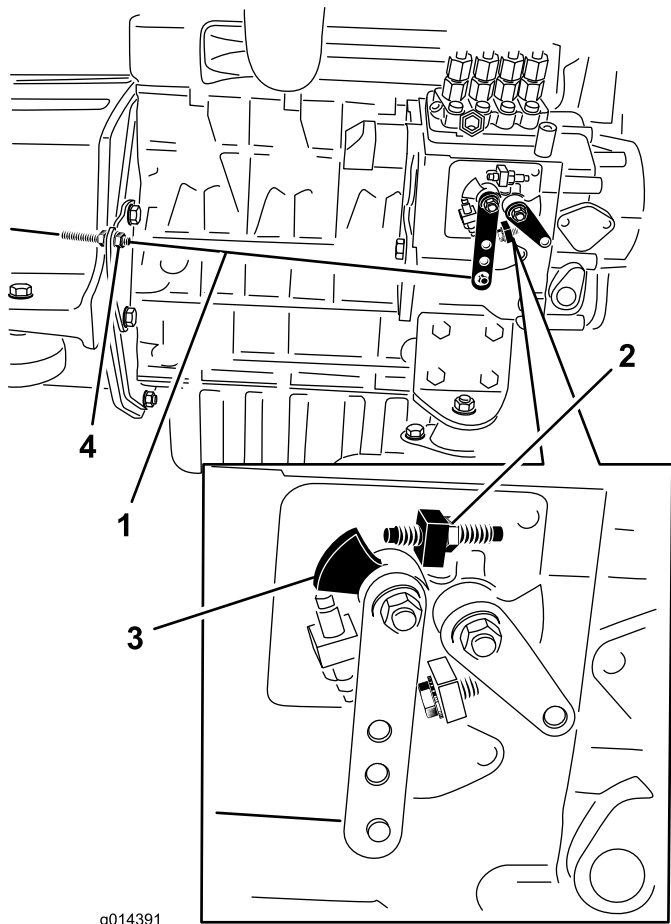

Figure 28
2. Vérifiez la position du levier de commande de régime sur la pompe d'injection du moteur. Le levier de commande de vitesse doit toucher la vis de haut régime lorsque la commande d'accélérateur est en position haut régime (verrouillage) (Figure 28).
3. La position des écrous de blocage du câble de commande d'accélérateur peut être ajustée au besoin jusqu'à ce que le levier de commande de vitesse touche la vis de haut régime lorsque le levier est en position haut régime (verrouillage) (Figure 28).